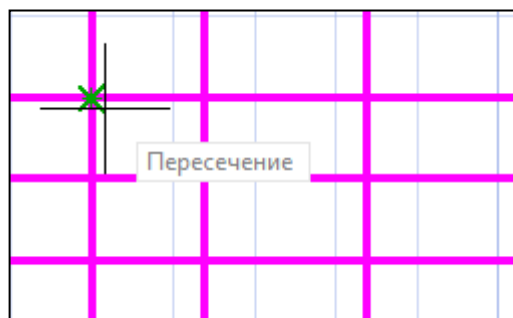

Рисунок 2
- подвести курсор к точке пересечения линий разметки. После захвата точки режимом Привязка – появления маркера, выполнить *КЛК* (рис. 2).